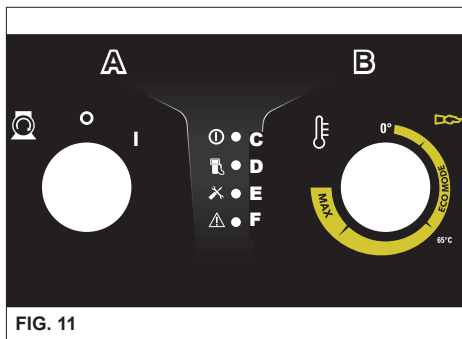

FIG. 11
N.B. Para poner a cero las señalizaciones, gire el interruptor general "A" hacia la pos "0" y después hacia la pos. "I" (Fig. 11).
Al final del funcionamiento «Fase vapor», gire termostato «B» a la posición «0» (fig.11), deje que el aparato se enfríe durante aprox. 3 minutos con la pistola abierta